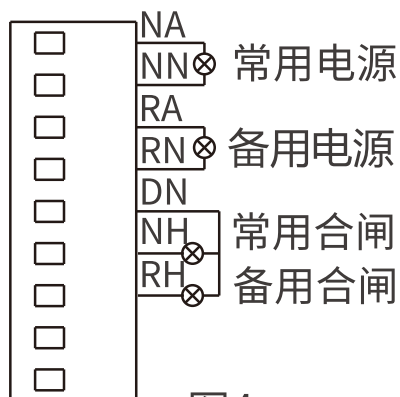

图4
6.3.1 末端型输出端子接线示意图见图4.(注:接线端口为有源端口)